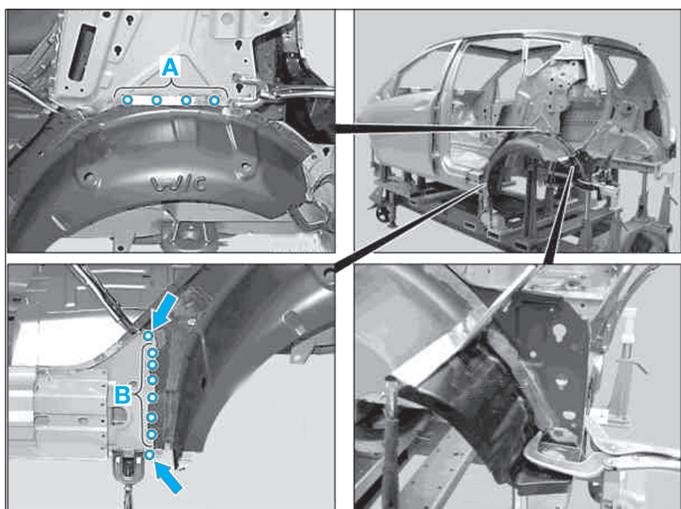

FIG. 138
- Percer des trous (Ø 6,5 mm) dans les zones (A) et (B) (Fig.138).